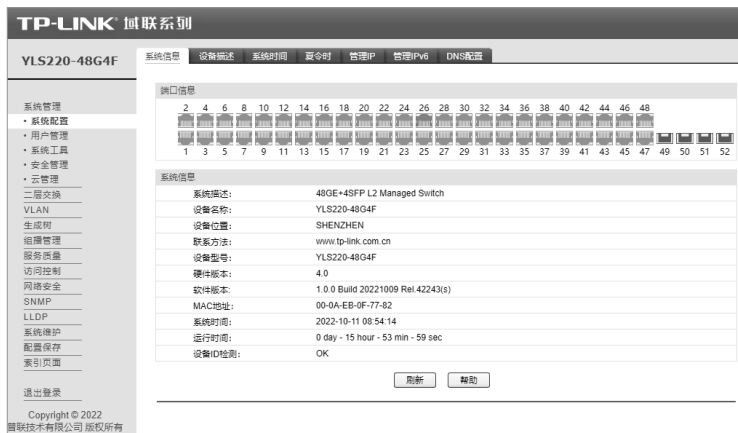

图4-2 交换机管理界面首页
4. 登录交换机管理界面首页, 如图4-2所示。点击左上角本公司的商标, 可以方便的访问本公司商用网络首页 (http://smb.tp-link.com.cn); 点击主页左侧的主菜单栏即可进行相应功能的配置。